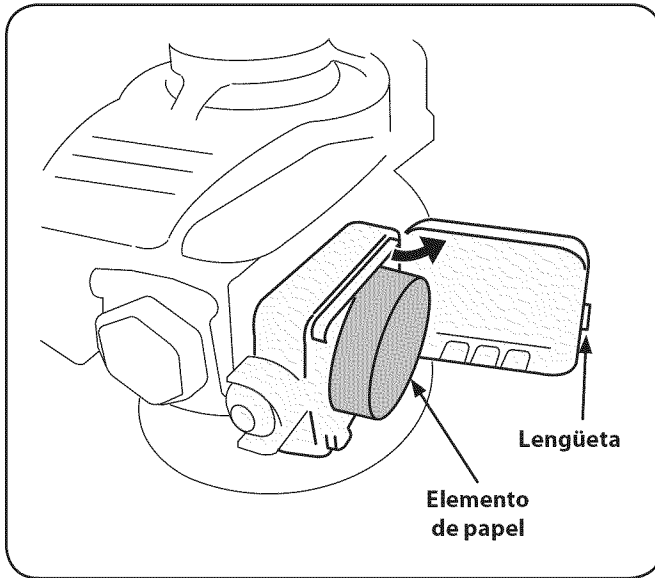

Figura 6-3
- Quite el filtro de aire, apretando la frente y el dorso para liberar la lengüeta en la parte delantera de la cubierta del mismo. Véase la figura. 6-3. Limpieza de espuma o sustituir los elementos deteriorados.